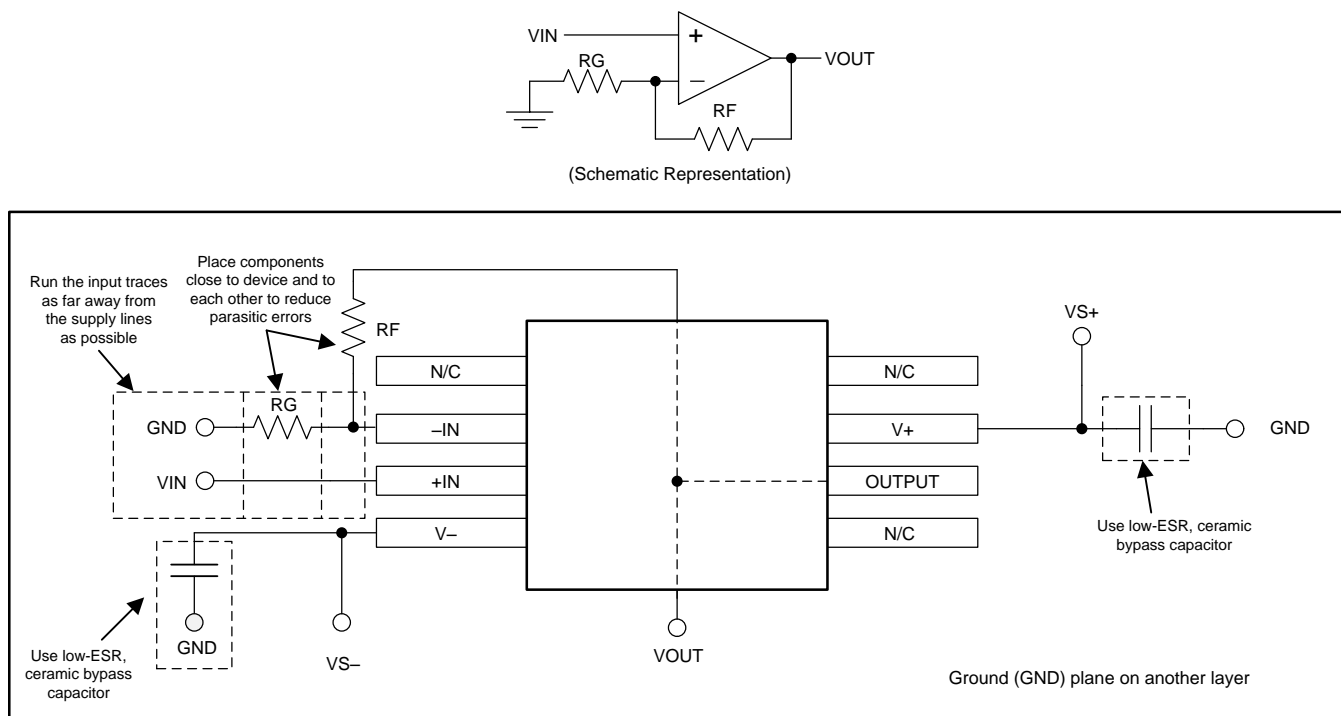

图 35. 同相配置的运算放大器电路板布局
- 外部组件的位置应尽量靠近器件。如图 35 所示，使 RF 和 RG 接近反相输入可最大限度地减小寄生电容。